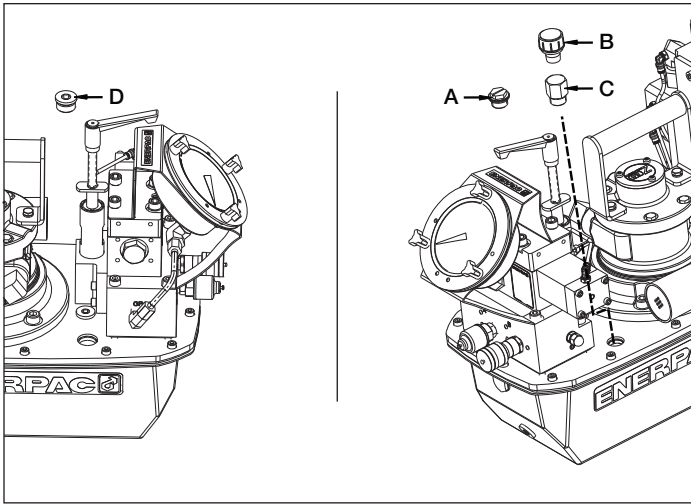
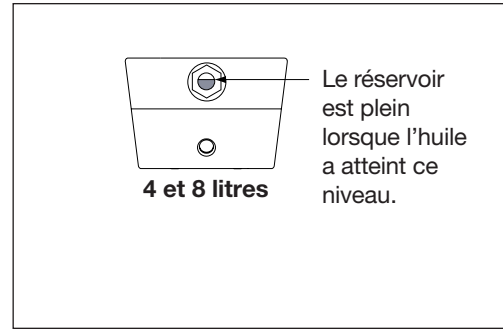

Figure 2, Bouchon de remplissage d'huile et bouchon de décharge
Figure 4
4.1 Goulotte de décharge et bouchon de remplissage d'huile (Voir Figure 2)
Vérifier le niveau de l'huile de la pompe avant le démarrage, au besoin enlever le bouchon SAE no 10 de la plaque de recouvrement pour ajouter de l'huile (voir fig. 2). Le réservoir est plein lorsque le niveau de l'huile atteint le haut du regard en verre. (Fig. 4).